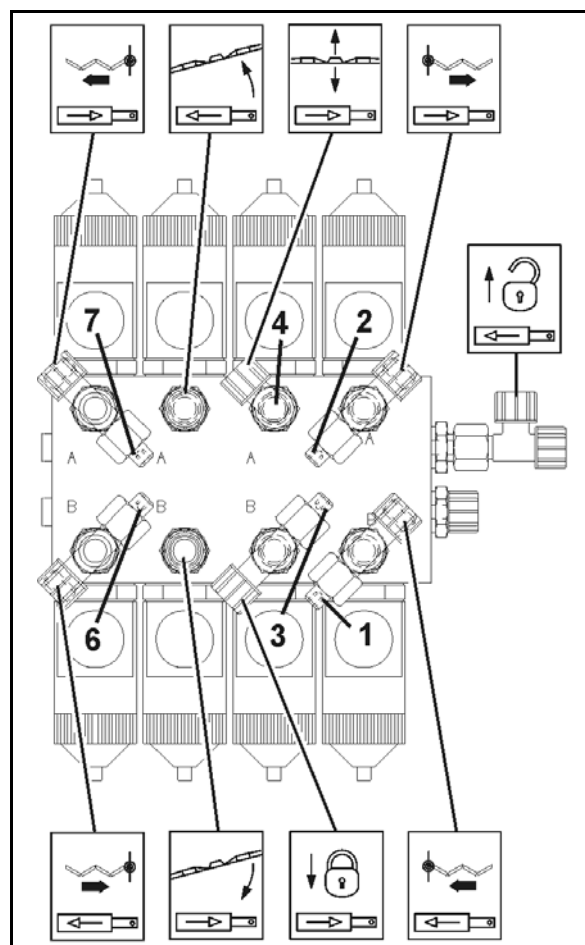

Fig. 169
Hvis dette ikke er tilfældet, skal der med frigjort svingningsudligning foretages en indstilling af den udklappede bom, ved hjælp af stempelstangen (Fig. 169/1) Stempelstangen fastgøres tilsvarende på bomsektionen.
1. Bolten (Fig. 169/2) på lasken (Fig. 169/3) løsnes. Indstillingen sker direkte med plastkloen (Fig. 169/4) ved hjælp af langhullerne i lasken.
3. Boltene (Fig. 169/2) spændes.